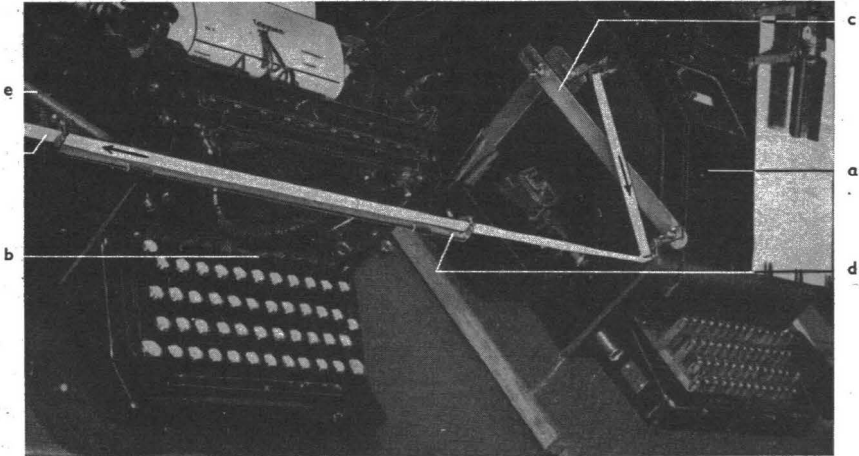

Bild 15
27. Anbringen der Papierumleitvorrichtung (Bild 15).
28. Anbringen der Papiergeradeführung (Bild 15).